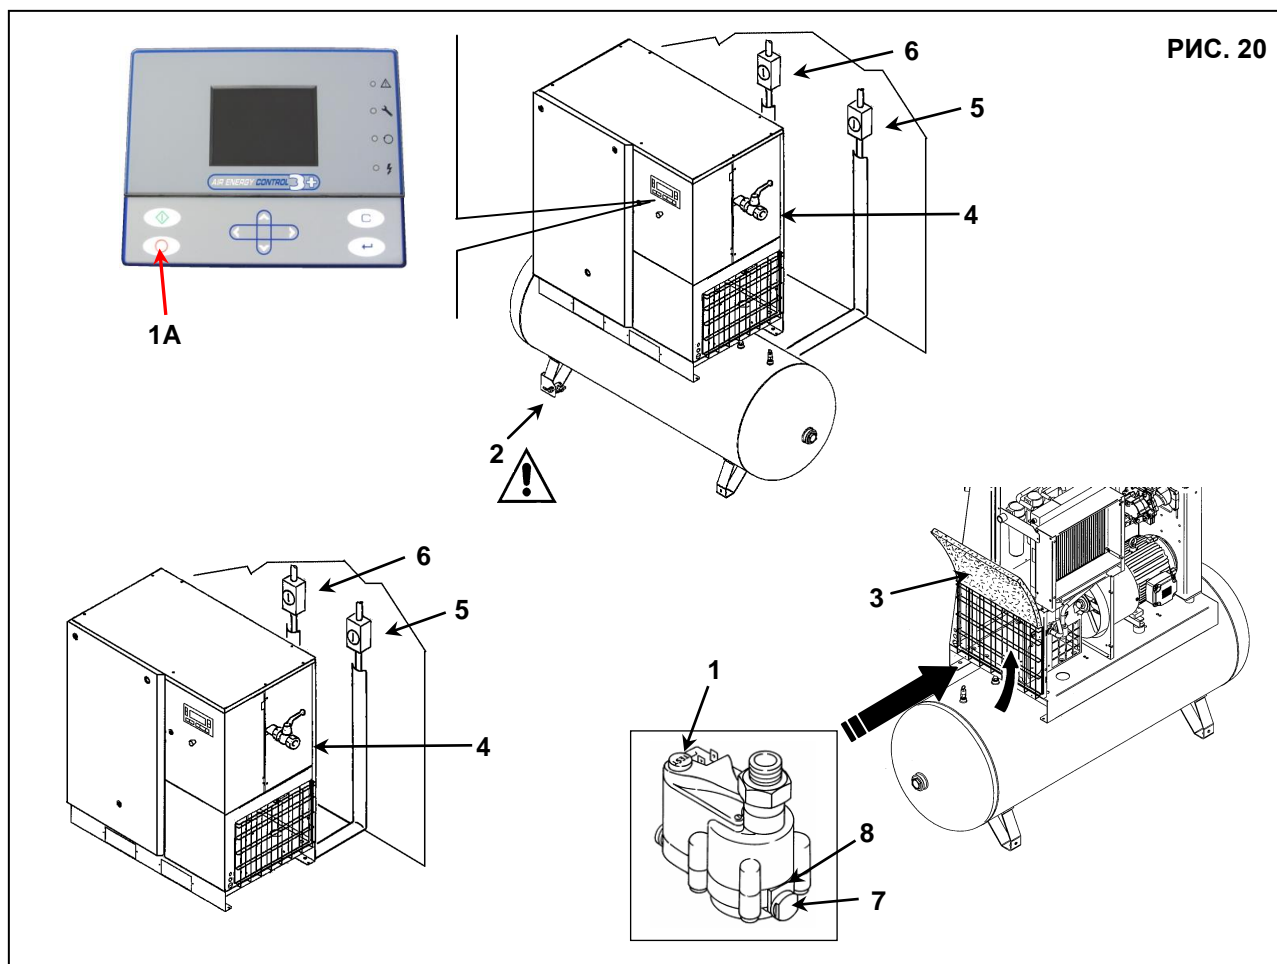

РИС. 20
Необходимо проверять автоматический и ручной слив конденсата (поз. 1 каждые 500 часов и поз. 2 каждые 24 часа работы) Рис. 20.
- Снимите фильтрующую панель Поз. 3 Рис. 20
- Проверьте ручной сброс конденсата из бака, чтобы убедиться, что конденсат корректно удален из клапана, поз. 2, Рис. 20 (ЕЖЕДНЕВНАЯ ПРОДУВКА).
- Закройте пробку (поз. 4, Рис. 20)
- Сбросьте давление осушителя, нажав на кнопку "TEST" сброса конденсата (приблизительно на 10-20 секунд), поз. 1, Рис. 20
- Выключите машину кнопкой (поз. 1А, Рис. 20): при этом машина остановится через 45 секунд работы на холостом ходу.
- Отключите подачу питания с помощью рубильника поз. 5 рис. 20 (для винтового компрессора) и поз. 6 рис. 20 (для осушителя, если имеется).
- Сбросьте давление, повернув кран, поз. 2, Рис. 20.
- Снимите ограничитель (поз. 7, Рис. 20)
- Снимите фильтр (поз. 8, Рис. 20)
- Установите фильтрующую панель Поз. 3 Рис. 20